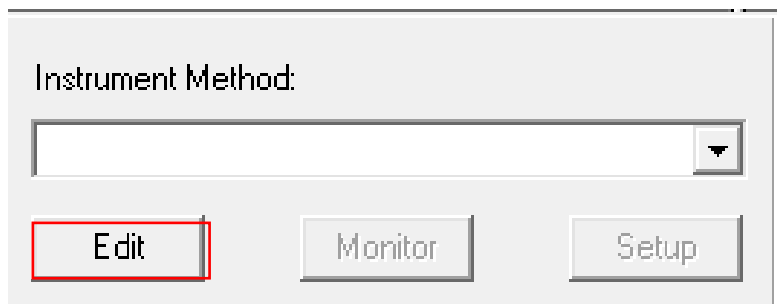

图6-19
6.5.6.1. 如图 6-19，在 Run sample 界面，找到 Instrument Method 小窗，双击 Edit。